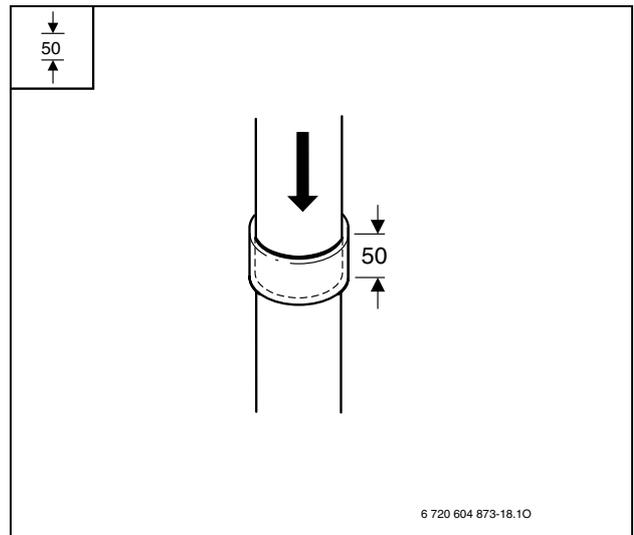

Fig. 2
- Inserire gli accessori per scarico fumi fino al bloccaggio (in questo caso: 50 mm profondità di inserimento) (Fig. 2).